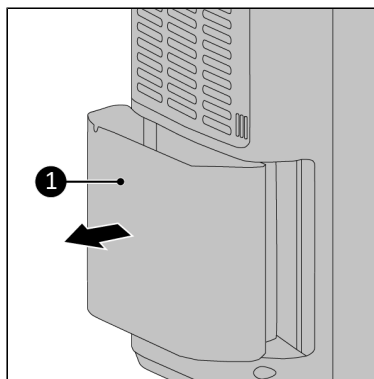

Figure 36.
1. Placez les deux mains sur les côtés du réservoir d'eau (Figure 36, pos. 1).
2. Retirez avec précaution le réservoir d'eau (Figure 36, pos. 1) de l'appareil.